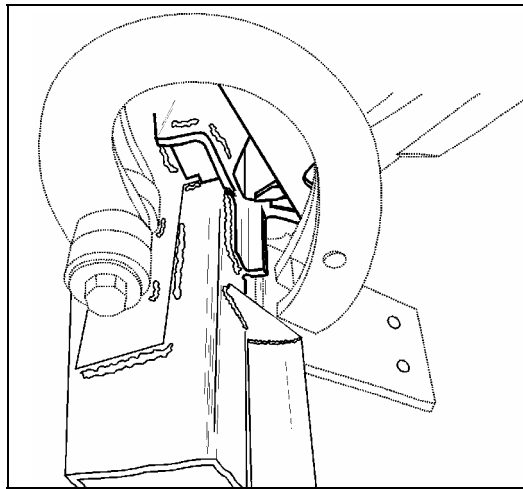

FIGURE 3
4. Positionner et souder (utiliser baguette 308L) le mécanisme tel que décrit aux Figures 3 et 4.